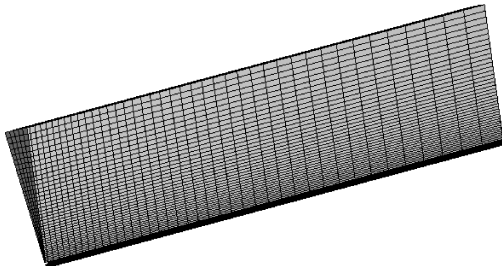

图 11-89 网格划分
(7) 在标准工具栏中单击 ，选择模型，右键单击【Mesh】→【Insert】→【Method】，单击【Automatic Method】→【Details of “Automatic Method” -Method】→【Definition】→【Method】= MultiZone，其他选项默认。
(8) 生成网格：右键单击【Mesh】→【Generate Mesh】，图形区域显示程序生成的单元网格模型，如图 11-89 所示。
(9) 网格质量检查：在导航树里单击【Mesh】→【Details of “Mesh”】→【Quality】→【Mesh Metric】= Jacobian Ratio (Gauss Points)，显示 Jacobian Ratio (Gauss Points) 规则下网格质量详细信息，平均值处在好水平范围内，展开【Statistics】显示网格和节点数量。
(10) 单击主菜单【File】→【Close Meshing】。